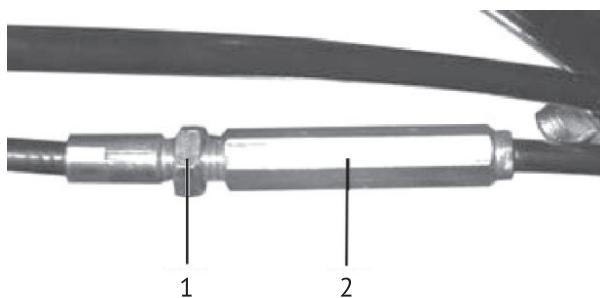

рис. 4
- отрегулируйте приводные тросы с помощью резьбовой втулки (рис.4 поз.2), располо-
женной в средней части троса: для натяжения: ослабьте гайку (рис.4 поз.1), а затем переместите резьбовую втулку вверх и затяните гайку до втулки, для ослабления: ослабьте гайку (рис.4 поз.1) и переместите резьбовую втулку вниз и затяните гайку до втулки.